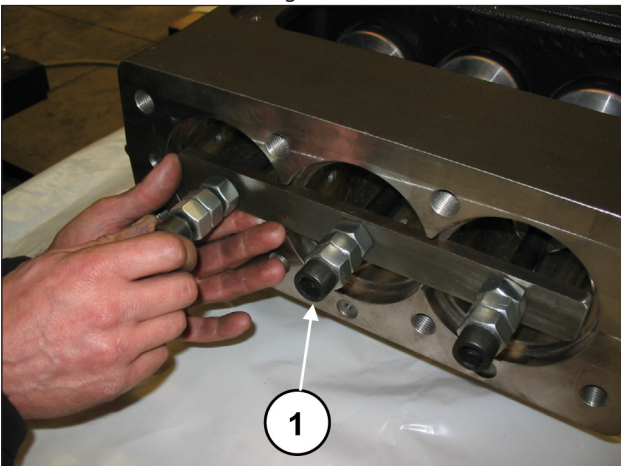
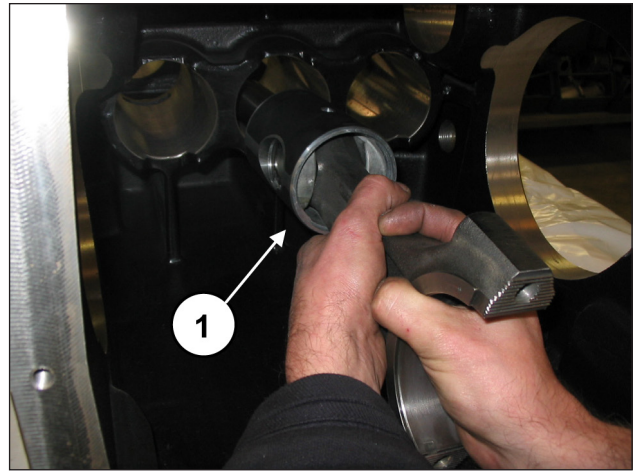
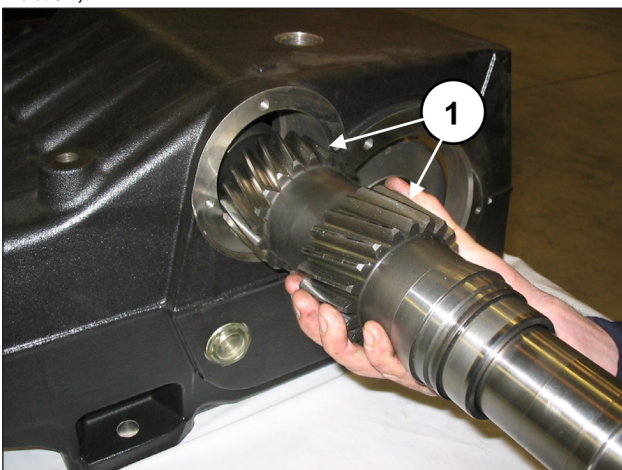

Abb. 41
Abb. 42
Abb. 56
Drehen Sie die Schrauben des Werkzeugs Art. 27566200 zum Lösen der Pleuelstangen ab (Pos. ①, Abb. 41) und ziehen Sie anschließend die Baugruppe Pleuelstange-Kolbenführung von der hinteren Gehäuseöffnung heraus (Pos. ①, Abb. 42).
Nachdem Sie das Gehäuse auf perfekte Sauberkeit überprüft haben, setzen Sie die Baugruppe Pleuelhälfte-Kolbenführung in die Buchsen des Gehäuses ein (Pos. ①, Abb. 42).
Arretieren Sie die drei Baugruppen mit dem entsprechenden Werkzeug Art. 27566200 (Pos. ①, Abb. 41).
Entfernen Sie das Werkzeug zur Sicherung der Pleuelstangen Art. 27566200 (Pos. ①, Abb. 41) und schieben Sie die Pleuelstangen bis auf Anschlag mit der Kurbelwelle zurück. Bauen Sie die vormontierte Zapfwelle in das Gehäuse ein (Pos. ①, Abb. 56), u.z. auf der entgegengesetzten Seite zum vorab montieren Außenring des Lagers und zur Schmierbuchse der Lager.
Achten Sie beim Einschieben der Zapfwelle in das Gehäuse auf die Ausrichtung der Verzahnung lt. Abb. 56.